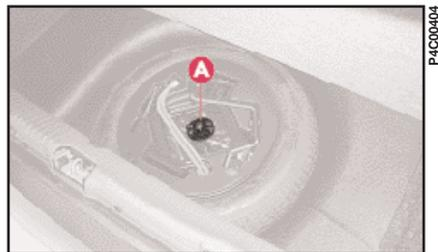

fig. 8
– Ranger le support et visser le dispositif de blocage **A** (fig. 8).